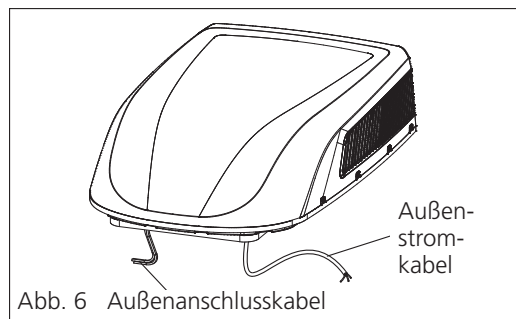

Abb. 6 Außenanschlusskabel
- Wie in Abbildung 6 dargestellt, verfügt das Außengerät über zwei Sätze von Ausgangskabeln, nämlich das Netzkabel (Hochstrom) und die Steuersignalkabel. Das erstere sollte direkt an die Stromversorgungsanschlüsse angeschlossen werden, während das letztere an das Steuersignalkabel des Innengeräts angeschlossen werden sollte.